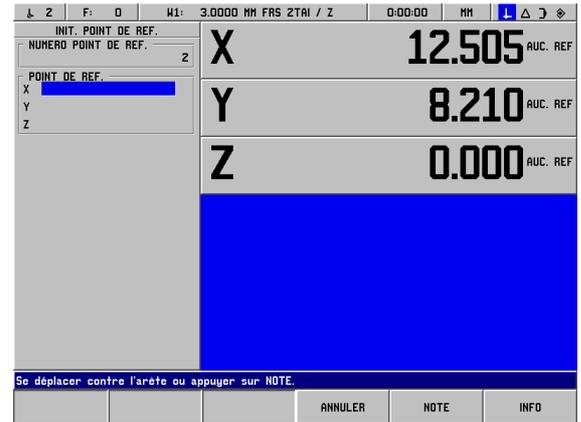
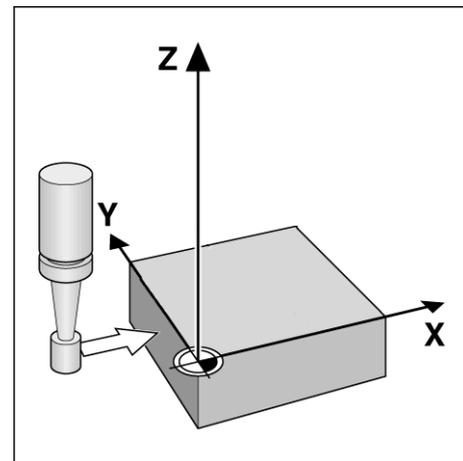

fig. I.21 Masque d'introduction pour l'initialisation d'une arête comme ligne de référence
fig. I.22
**Exemple: Palper les arêtes de la pièce et initialiser le coin comme point de référence. Cf. fig. I.21 & fig. I.22.**